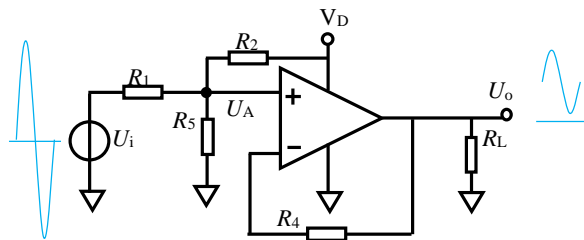

图 5-4 直接耦合单电源提升式同相， $G \leq 0.5$
要实现更小的增益，在  $U_A$  处增加一个电阻  $R_5$  接地，且将后续  $R_3$  的增益环节去掉，让其变成跟随器。只要  $R_5$  足够小，就可以实现更大程度的衰减，电路结构如图 5-4 所示。
- 1) 确定单电源可以解决问题。给放大电路用单电源 5V 供电，因增益约为 1/10，采用图 5-4 电路结构。